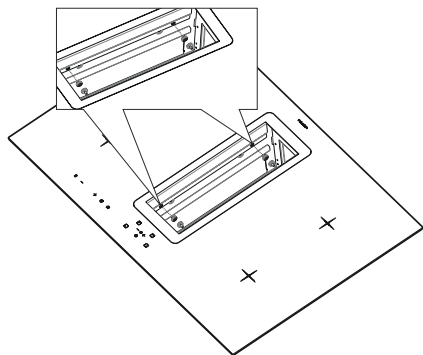

Fig. 12
7. ➤ Det finns 4 skruvhål för att montera behållaren i spishällen. Skruva in 4 skruvar i hålen för att slutföra installationen av behållaren (Fig. 12).